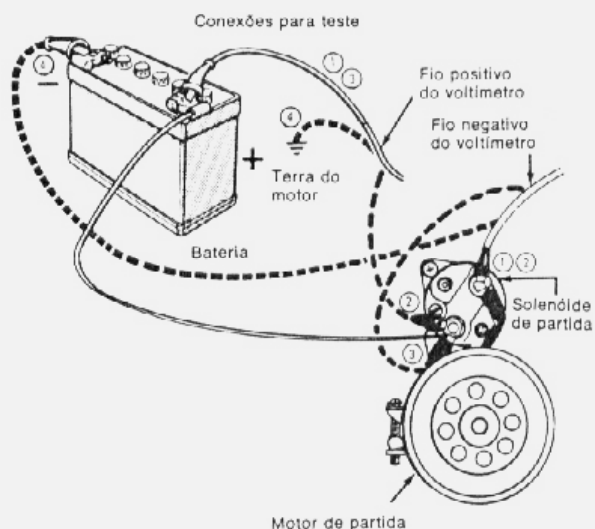

fig. 4 — teste do circuito de partida
Este teste irá determinar se a resistência no circuito do motor de partida é excessiva ou normal. Fazer as ligações de teste como mostra a fig. 4.
1. Com o fio negativo do voltímetro conectado ao terminal do motor de arranque e com o fio positivo ligado ao pólo positivo da bateria (fig. 4, fio 1): 0,5 V.
- Com o fio negativo do voltímetro conectado ao terminal de bateria do motor de arranque e o fio positivo conectado ao terminal "BAT" do solenóide (fig. 4, fio 2): 0,3 V.
- Com o fio negativo do voltímetro conectado ao terminal "BAT" do solenóide e o fio positivo ligado ao pólo positivo da bateria (fig. 4, fio 3): 0,2 V.
- Com o fio negativo do voltímetro ligado ao pólo negativo da bateria e o fio positivo conectado à massa do motor (fig. 4, fio 4): 0,1 V.